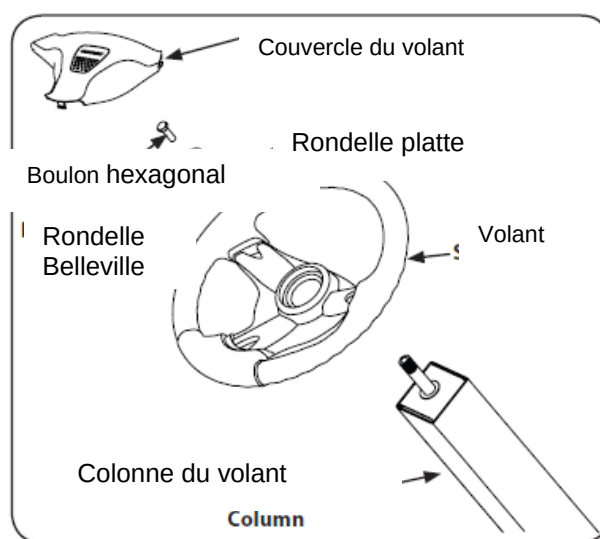

Figure 3-2
3. Placez la rondelle plate et la rondelle Belleville au-dessus du volant et fixez-les à l'aide du boulon hexagonal. Consultez la Fig. 3-2.